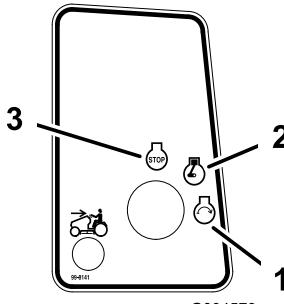

Bild 14
6. Drehen Sie den Zündschlüssel nach rechts und halten ihn auf Start (Bild 14). Lassen Sie den Schlüssel los, wenn der Motor anspringt.
2. Drehen Sie den Zündschlüssel auf „Aus“ (Bild 14).